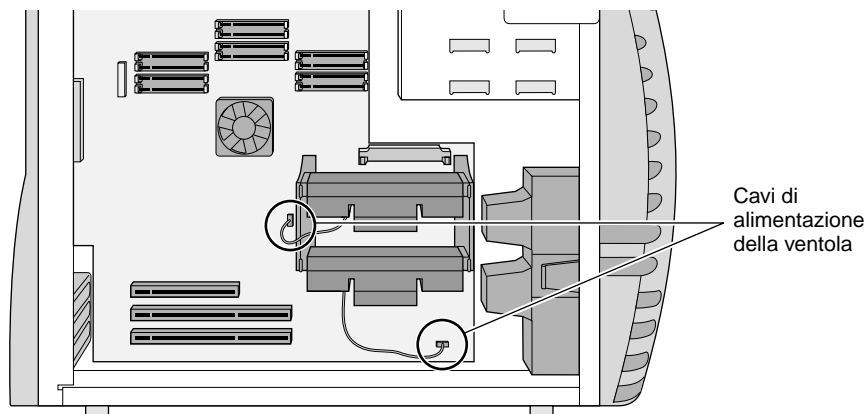

Figura 6-8 Scollegamento del cavo di alimentazione della ventola del processore dalla scheda di sistema
5. Se al processore è collegata una ventola, scollegare il relativo cavo di alimentazione dal connettore sulla scheda di sistema, come illustrato nella Figura 6-8.